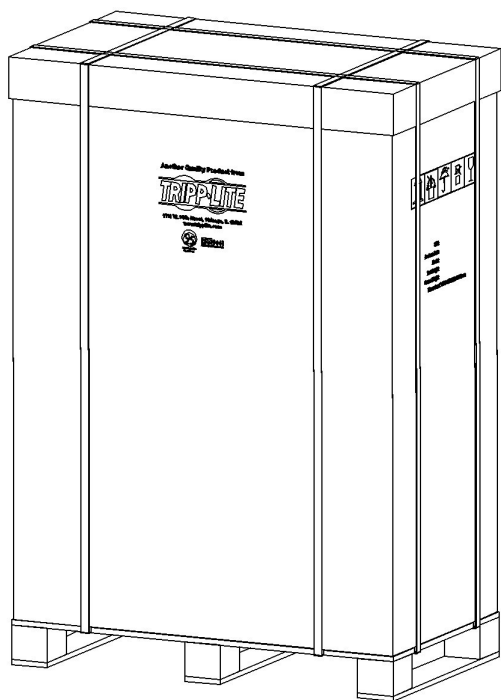

Figura 3-2
1. Mantenga estable la placa deslizante. Corte y retire las correas de sujeción (Figura 3-2).